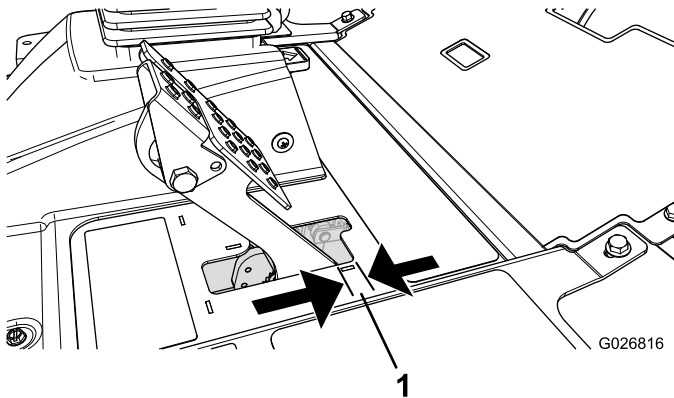

Figura 143
4. Apăsă ușor pedala de frână; măsoară distanța pe care se deplasează pedala fără a întâmpina rezistență (Figura 143).
Notă: Reglai frânele atunci când pedala de frână are o cursă liberă mai mare de 2,5 cm (Figura 143) sau când este necesară o forță de apăsare mai mare pentru frâna de parcare.
6. Strângeți piulițele din spate pentru a deplasa cablul spre spate până când pedalele de frână au o cursă liberă de 6 până la 13 mm (Figura 143), înainte ca frâna de parcare să blocheze roile.